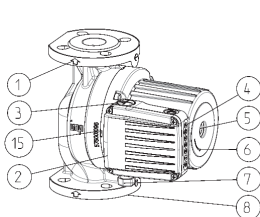
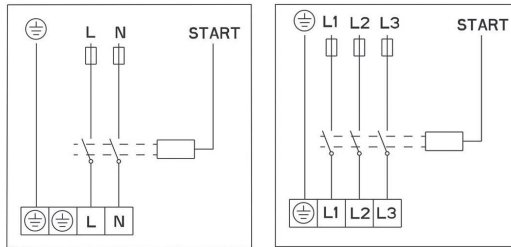

Fig.1
Fig. 3
- Pompa trebuie să fie montată în sistemul de conducte cu axa pompei 1-1 în poziție orizontală (Fig. 3).
- Direcția debitului de apă din pompă trebuie să se potrivească cu direcția indicată de săgeata de pe carcasa pompei (Fig.1-POS.1).
- Flanșele de racord sunt proiectate pentru presiunea nominală NP 6/10 (Fig.1 – POS.8)
- Pompele GHN (basic, auto), GHNM (basic, auto) au o singură carcasă hidraulică (Fig.1 – POS.8).
Carcasa hidraulică a pompei poate fi izolată numai până la fanta dintre motor și carcasa hidraulică. Deschiderile pentru scurgerea condensului trebuie să rămână neacoperite pentru a permite drenarea din carcasa statorului. În mod similar, aceleași deschideri trebuie să fie descoperite și la sistemele de încălzire, când se va efectua numai izolarea termică a carcasei hidraulice (Fig. 1, 2, POS. 15). Carcasa motorului electric, pe care sunt dispuse deschiderile pentru drenarea condensului, nu trebuie să fie izolată în nici un caz!
Cablajul trebuie conectat prin intermediul unei presetupe de cablu M20 (Fig.1 – POS.7).
Conexiunile electrice ale pompei trebuie efectuate în conformitate cu diagrama de conexiuni (Fig. 3) atașată pe spatele capacului motorului. Înainte de a face acest lucru, desfaceți capacul superior (Fig.1 - POS. 2).
La pompele de tip GHN (basic, auto), GHND (basic, auto), GHNMD (basic, auto), GHNMD (basic, auto) rotorul este imersat și dotat cu lagăre speciale gresate cu apă. Înainte de a pune pompa în funcțiune, aceasta trebuie umplută cu apă și dezaerată. Dezaerați pompa prin desfacerea șurubului de la spatele motorului electric (Fig.1-POS.5). Aerul va ieși prin fanta dintre arborele motorului și lagăr. Când apa începe să curgă pe aici, închideți vanele atât la partea de aspirație cât și de refulare a pompei. Porniți pompa și verificați direcția de rotație a axului. În cazul unei direcții de rotație greșite, va începe să clipească un bec cu lumină roșie.
Deconectați pompa de la curent, închideți vanele de pe ambele părți ale pompei (aspirație și refulare), deșurubați șurubul de la orificiul de dezaerare, plasați șurubelnița (Fig.1-POS.5) în canelura arborelui și răsuciți atât cât permite forța de frecare. Apoi înșurubați înapoi șurubul de la orificiul de dezaerare.